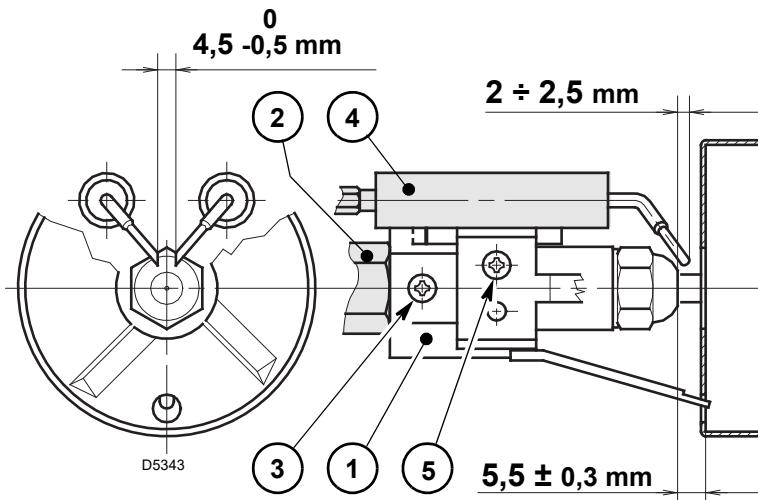

Fig. 11
Respetar las medidas de la Fig. 11.
- apoyar el conjunto soporte estabilizador 1)(Fig. 11) en el porta-boquilla 2)(Fig. 11) y bloquear con el tornillo 3)(Fig. 11). Para posibles ajustes del grupo electrodos 4) aflojar el tornillo 5)(Fig. 11).